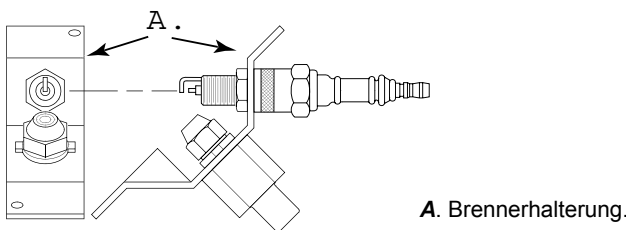

Abbildung 13 – Positionieren der Zündkerze durch Drehen; nur 10 kW Modell.
10. Die Brennerhalterung wieder auf der Zündkerze montieren. Die Brennerhalterung zur Positionierung der Zündkerzenelektroden drehen (siehe Abbildung 13).